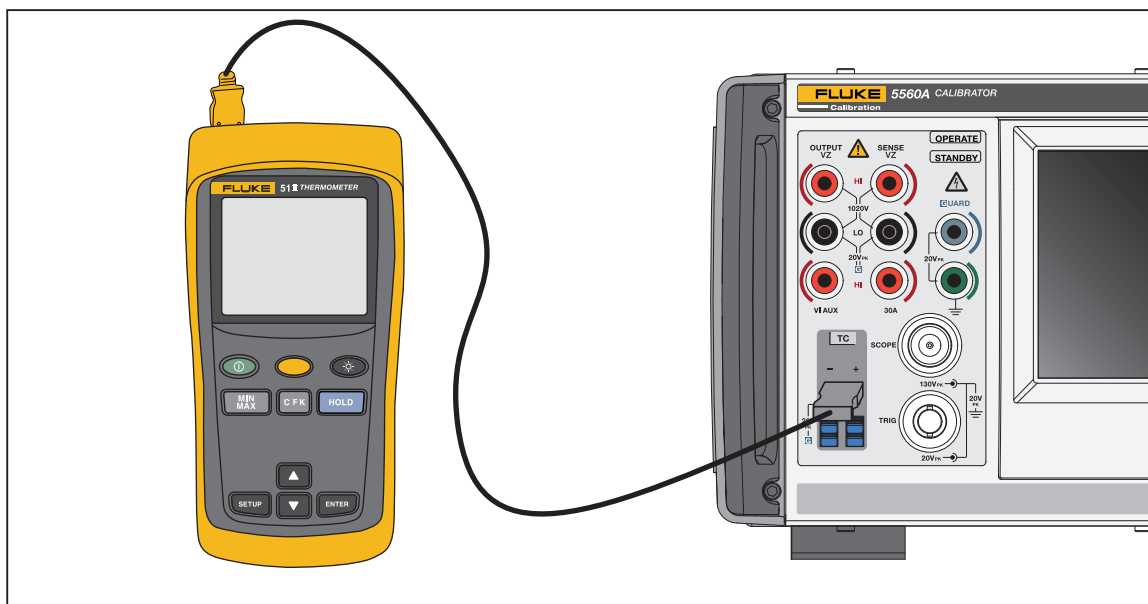

Abbildung 14. Kabelverbindungen zum Testen eines Thermometers Serie 50
1. Das Thermometer Fluke 51 mit dem entsprechenden Anschlusskabel an den Kalibrator anschließen (Abbildung 14). Das Anschlusskabel und das Material des Ministeckers müssen dem Thermoelementtyp entsprechen. Wenn beispielsweise ein Thermoelement K getestet wird, sind das Kabel und der Ministecker für ein Thermoelement vom Typ K geeignet.
In Abbildung 14 muss die Anschlussverdrahtung mit dem Thermoelementtyp übereinstimmen (z. B. K, J).
2. Sicherstellen, dass sich der Kalibrator im Standby-Modus befindet, und den Prüfling wie in Abbildung 14 gezeigt an den Kalibrator anschließen. Beim Herstellen dieser Verbindung mit abgenommenem Gehäuseoberteil des Prüflings sicherstellen, dass die breite Klinge des Thermoelements genauso ausgerichtet ist, wie es die Gehäuseoberseite normalerweise zulässt.